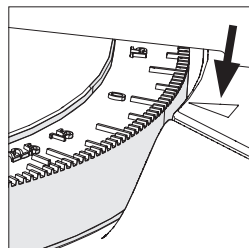

Fig. 15
**Remarque:** Il existe des échelles d'angle pour onglet double gravées sur le côté droit (à droite) de la table rotative. Une petite aiguille indicatrice usinée dans la base des machines indique l'angle choisi. (Fig. 15)